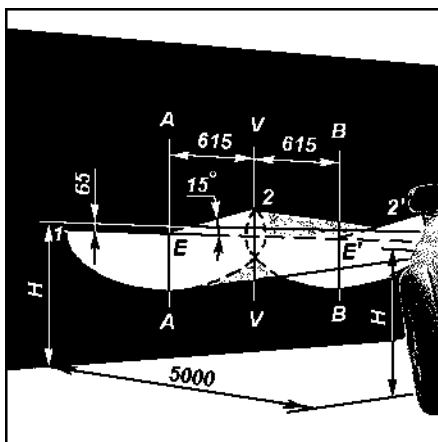

Рис. 9.31. Разметка экрана для регулировки фар:
1. Установите полностью заправленный и снаряженный автомобиль с нормальным давлением воздуха в шинах и нагруженным сиденьем водителя 750 Н (75 кгс) на ровной горизонтальной площадке на расстоянии 5 м от экрана со специальной разметкой (рис. 9.31).